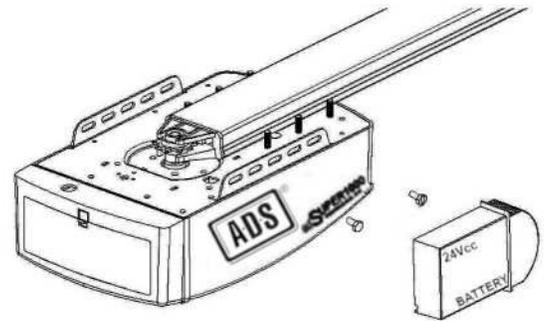

Fig.17
- 2.Conecte la Batería de Respaldo al Abrepuertas de Garage. (Fig.17)